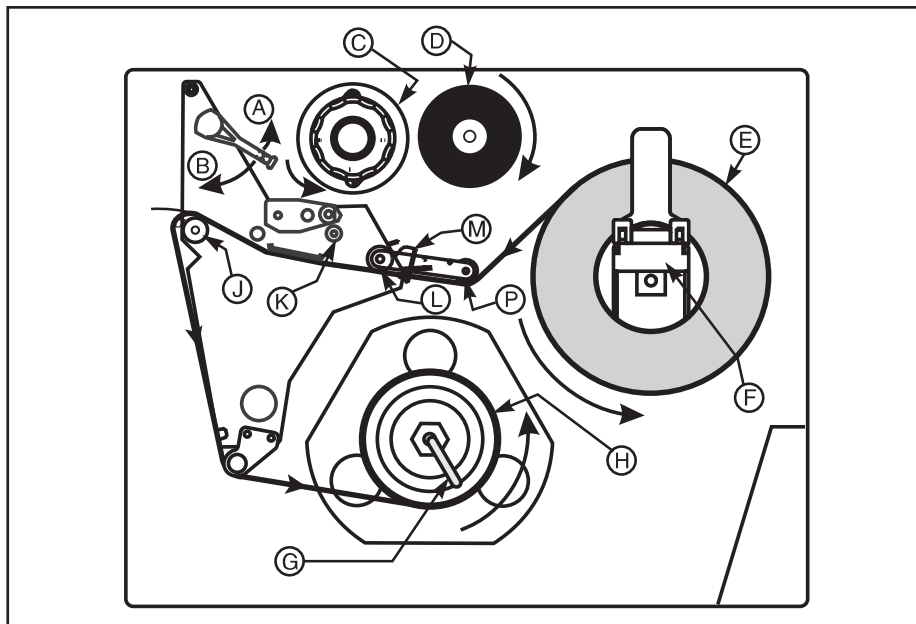

Figura 5
1. Coloque o Rolo de Etiquetas (Figura 5-E) no Suporte do Rolo (Figura 5-F) ou na Haste de Fornecimento opcional.
2. Abra o cabeçote de impressão ao colocar a alavanca localizada no Conjunto Superior do Cabeçote na posição aberta (Figura 5-A).
3. Afrouxe o Parafuso de Borboleta da Guia do Rolo de Etiquetas (Figura 5-M) e afaste a Guia o máximo possível da armação da impressora.
4. Direcione as etiquetas por debaixo do Braço de Movimento (Figura 5-P), do Cilindro Inferior (Figura 5-L), entre a chapa guia superior e chapa guia principal, por debaixo do cabeçote de impressão e por cima do Quadro de Prensa (Figura 5-J).
5. Ajuste a posição da Guia do Rolo de Etiquetas (Figura 5-M) até tocar a borda externa do rolo de etiquetas sem fazê-la dobrar. Assegure-se de que esteja paralela à borda das etiquetas e depois aperte o parafuso de borboleta.
6. Feche o cabeçote de impressão ao colocar a alavanca localizada no Conjunto Superior do Cabeçote na posição fechada (Figura 5-B).
3. Retire o Gancho (Figura 5-G) do Eixo da Haste de Avanço (Figura 5-H). Se estiver a usar um núcleo, retire o rolo de etiquetas do núcleo de rebobinar e coloque-o novamente sobre a Haste de Rebobinar até encostar na chapa guia.
6. Retire o Gancho (Figura 5-G) do Eixo da Haste de Avanço (Figura 5-H). Se estiver a usar um núcleo, retire o rolo de etiquetas do núcleo de rebobinar e coloque-o novamente sobre a Haste de Rebobinar até encostar na chapa guia.
Ajuste o Parafuso da Guia do Rolo de Etiquetas (Figura 5-M) para evitar que as etiquetas saiam do percurso. Certifique-se, também, de que está paralelo à borda da etiqueta.
Na instalação da fita de impressão, certifique-se de que o núcleo da fita está encostado na batente da Haste de Fornecimento de Fita (Figura 5-D). *Não use uma fita de impressão de largura menor do que as etiquetas.*